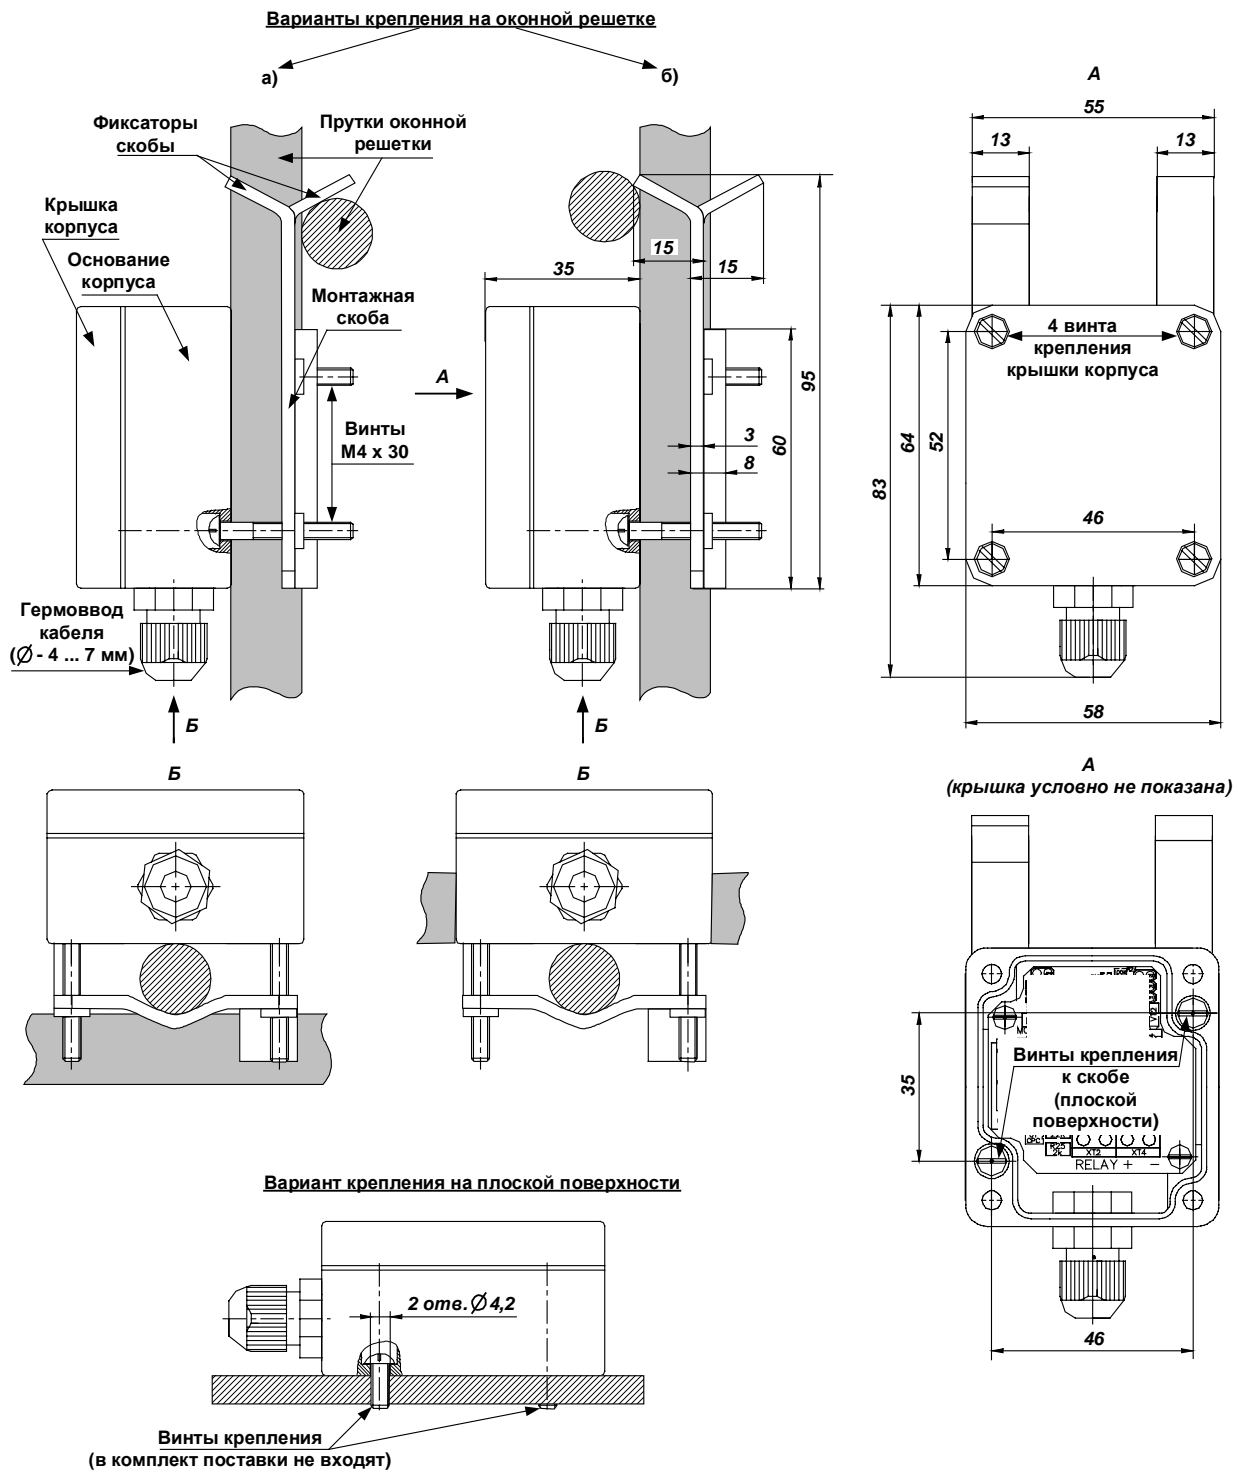

Рис. 2 Внешний вид, варианты крепления, габаритные и установочные размеры.
Крепление извещателя на защищаемой конструкции осуществлять согласно Рис. 2.
Для установки извещателя (см. Рис. 2):
- Закрепить корпус и монтажную скобу на решетке 2 винтами - Рис. 2, варианты а) или б), предусмотрев упор фиксатора в решетку. При креплении по варианту б) – обеспечивается фиксация извещателя на решетке диаметром до 15 мм.